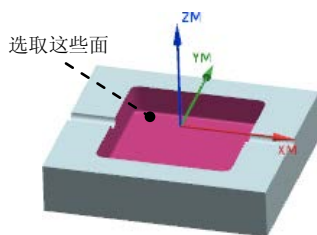

图 10.22 指定切削区域
Step2. 在图形区中选取图 10.22 所示的面 (共 17 个) 为切削区域, 然后单击“切削区域”对话框中的  **确定** 按钮, 系统返回到“深度加工轮廓”对话框。